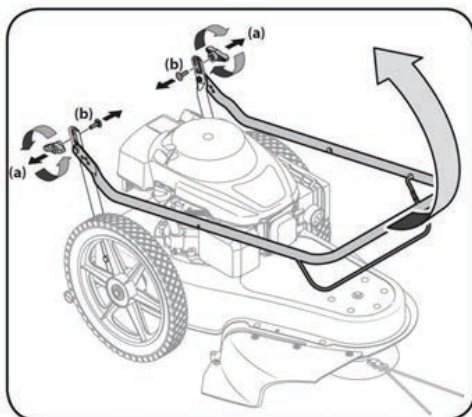

Figure 2-1
1. Retirez le bouton à ailettes (a) et le boulon à tête bombée (b) de la poignée inférieure gauche et de la poignée inférieure droite. Voir la figure 2-1.
2. Faites pivoter la poignée supérieure en position de fonctionnement. Voir la figure 2-1.